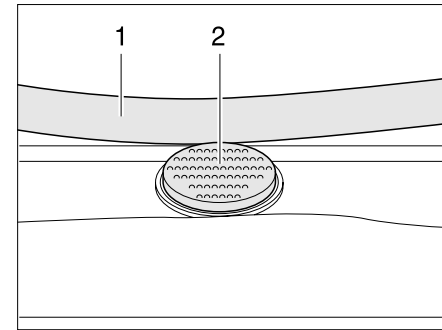

Bild 24 Sicherungsknopf an der Heki-Dachhaube
- ▶ Den Sicherungsknopf (Bild 24,2) drücken und den Bügel (Bild 24,1) mit beiden Händen nach unten ziehen.
- ▶ Den Bügel mit beiden Händen nach oben drücken, bis der Bügel oberhalb des Sicherungsknopfes (Bild 24,2) liegt.